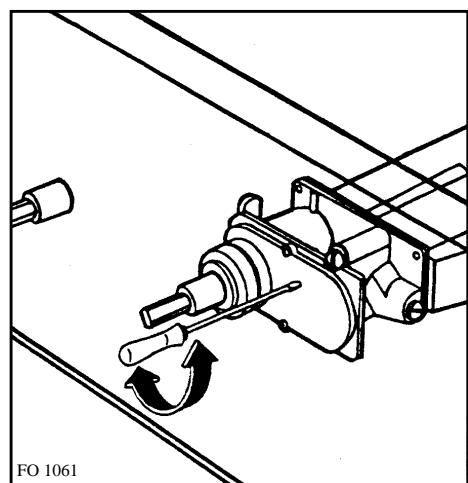

рис. 27
Если плита отрегулирована для работы с природным газом, то чтобы переключить плиту на сжиженный баллонный газ, используйте резиновую насадку "B" (имеется в комплекте). Между трубой подачи газа и насадкой всегда должна быть установлена уплотнительная прокладка "C" (рис. 27).
- при помощи тонкой отвертки установите регулировочный винт в нужное положение (рис. 27);